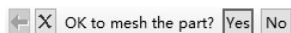

图 2-75 提示是否对模型部件划分网格
- Mesh Part Instance: 对整个部件划分网格，单击提示区的 Yes 按钮则开始划分，如图 2-75 所示。